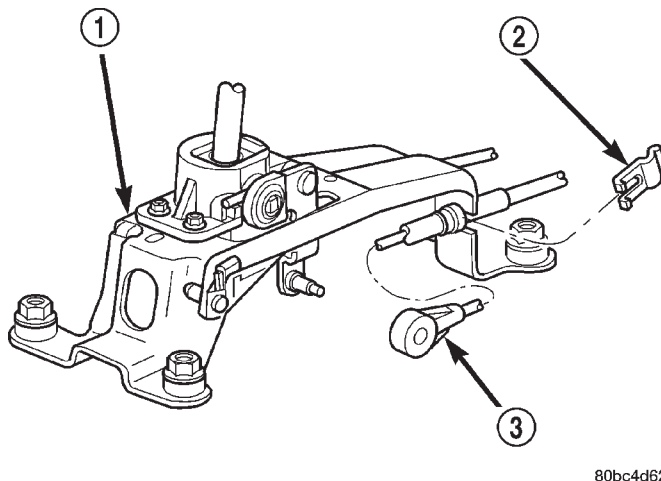

Fig. 42 Cable del selector en el conjunto del cambiador
(6) Retire el collarín de retención del cable del selector y desconéctelo de la palanca de cambios (Fig. 42).
- (8) Instale las tres tuercas que fijan la placa de virola en el suelo de la carrocería y apriételas con una torsión de 6 N·m (50 lbs. pulg.).
- (9) Instale el cable del selector en la palanca del cambiador y fije el cable al soporte del cambiador. Instale el collarín (Fig. 42).